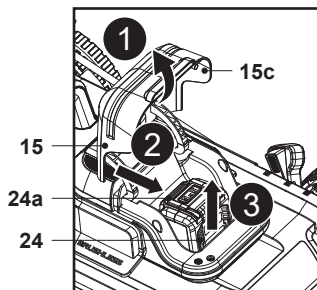

Fig. 9
1. Levante a tampa magnética (15c) e abra a tampa do compartimento da bateria (15) (Fig. 9, passo 1).
2. Prima o botão de desbloqueio (24a) para desbloquear o trinco da bateria (24) (Fig. 9, passo 2).
3. Faça deslizar a bateria (24) para fora do compartimento (Fig. 9, passo 3).
4. Feche cuidadosamente a tampa do compartimento da bateria (15).